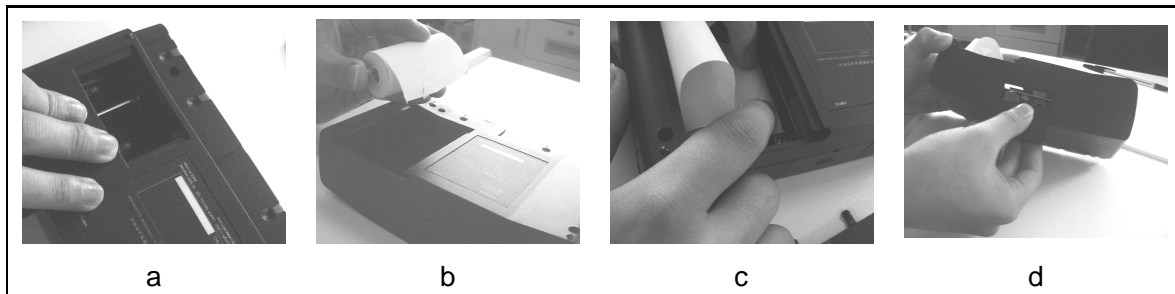

图 3 安装打印纸
X-431 所配微型打印机使用 30 × 57mm (内孔为 7mm) 的热敏打印纸, 打印纸的安装如图 3 所示。
1. 打开打印机背面的装纸盖板, 如图 3-a。
2. 取出打印机装纸轴, 并将打印纸筒套在装纸轴上, 如图 3-b。
3. 将打印机装纸轴安装到打印机, 注意保证打印纸的安装方向正确, 否则打印机将无法打印, 如图 3-b 和图 3-c。
4. 打开走纸侧板, 扳起压纸杆, 将打印纸引入出纸槽中, 顺时针转动进纸旋钮, 将打印纸从出纸槽中引出, 如图 3-d。